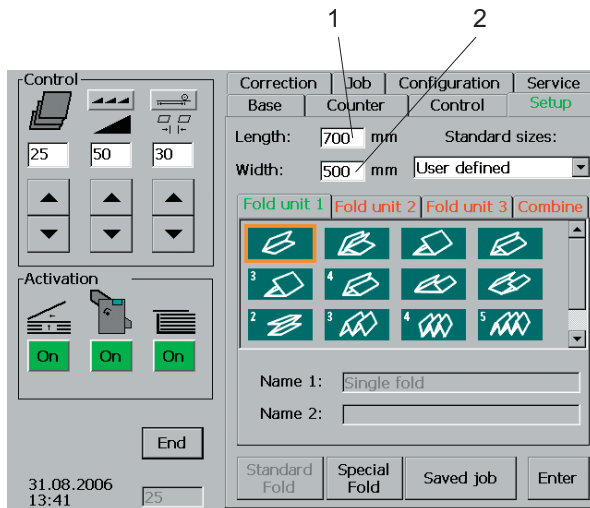

Fig. 16 SETUP menu
1. Touch the input windows for „Length“ (Fig. 16/1).
2. Touch the input windows for „Width“ (Fig. 16/2).